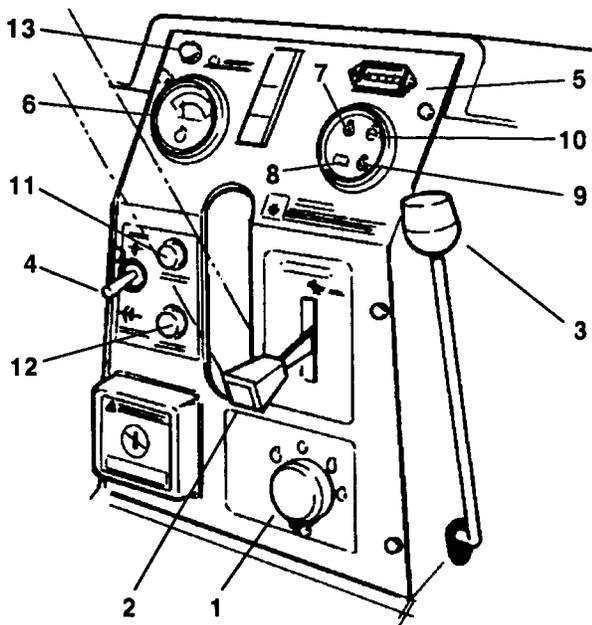

Fig. 12 (Modelli a diesel)
**Modelli a diesel** (Fig. 12)—L'interruttore di accensione viene utilizzato per avviare, arrestare e preriscaldare il motore, e dispone di quattro posizioni: SPENTO, ACCESO, AVVIAMENTO e CANDELE AD INCANDESCENZA (PRERISCALDAMENTO) (vale a dire 'Off, On, Start e Glow Plugs').
**Modelli a diesel: Indicatore di temperatura** (Fig. 12)—Indica la temperatura del liquido refrigerante nell'impianto.
**Modelli a diesel: Spia della pressione dell'olio** (Fig. 12)—Si accende se la pressione dell'olio motore scende sotto il livello di sicurezza.
**Modelli a diesel: Spia della temperatura dell'acqua** (Fig. 12)—Questa spia si accende ed il motore si spegne automaticamente se la temperatura del refrigerante è troppo elevata.
**Modelli a diesel: Spia delle ampere** (Fig. 12)—La spia delle ampere deve essere spenta quando il motore è in moto. Se è accesa è necessario controllare il sistema di ricarica, e riattare.
**Modelli a diesel: Spia delle candele ad incandescenza** (Fig. 12)—Questa spia si accende quando le candele ad incandescenza funzionano.